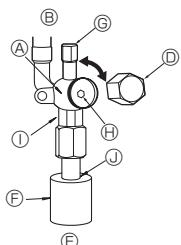

Fig. 4-5
(1) Lado do Gás/Líquido do ZM71 (Fig. 4-5)
- ① Retire a tampa e rode a válvula para a esquerda o máximo que puder com uma chave sextavada de 4 mm. Pare de rodar quando esta alcançar o batente. (ø9,52: Aproximadamente 10 rotações)
- ② Certifique-se de que a válvula de paragem esteja completamente aberta, empurre a alavanca e gire a cápsula de volta à sua posição original.